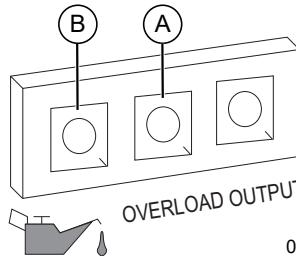

Figura 3-3. Fallo de apagado
NOTA IMPORTANTE: No sobrecargue el generador ni las tomas de corriente individuales del panel. Consulte la Figura 3-3. Si se produce una sobrecarga, el LED de sobrecarga (A) se iluminará y la salida de CA se detendrá. Para corregir este problema, consulte Luces de estado del generador. Lea la sección Conozca los límites del generador detenidamente.
El motor está equipado con un sensor de nivel de aceite bajo que apaga el motor automáticamente cuando el nivel de aceite cae por debajo de un nivel especificado para evitar que el motor se dañe. Consulte la **Figura 3-3** (B). El motor no funcionará hasta que se añada aceite hasta el nivel adecuado. Si el motor se apaga y hay combustible suficiente, compruebe el nivel de aceite del motor.